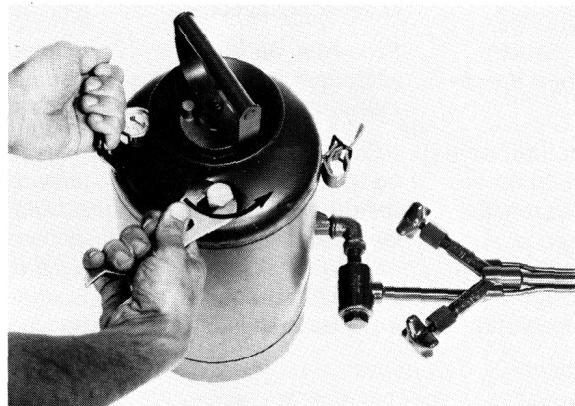

Fig 24
- Druck im Brennstoffbe-hälter durch Drehen an der Schraube des Brennstoffmessstabes mittels Spezialschlüssel zu Brenner ablassen (Fig 24).
- Eliminer la pression à l'intérieur du réservoir, en desserrant l'écrou de la jauge de carburant au moyen de la clé spéciale pour brûleur (Fig 24).
- Togliere la pressione dal serbatoio svitando la vite dell'asta di livello de carburante mediante la chiave speciale per bruciatori (Fig 24).